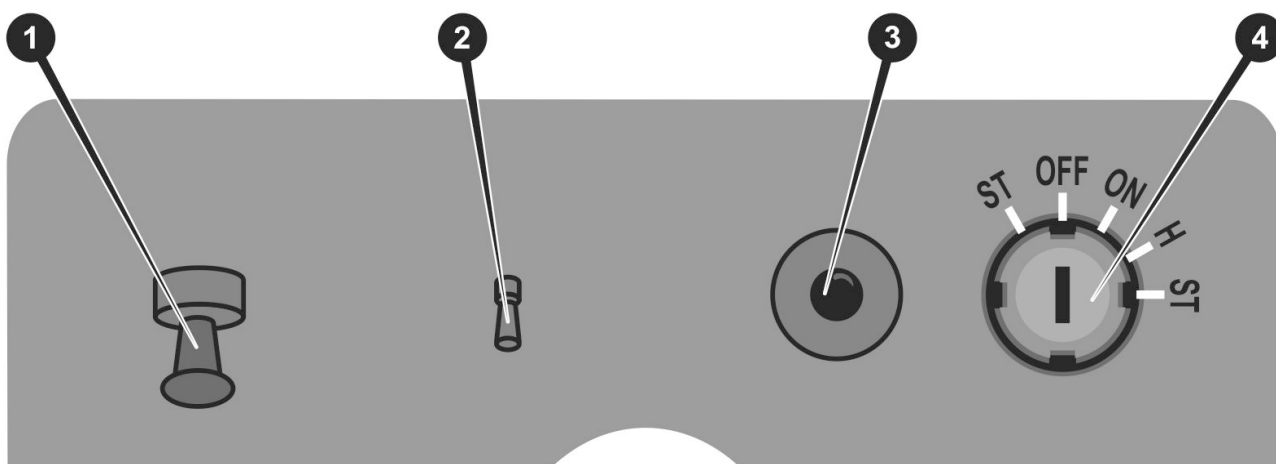

Рисунок 9. – Панель перемикачів
Трохи нижче індикаторів на панелі приладів розміщені електроперемикачі (див. рис. 9.) Комбінований перемикач режимів роботи освітлювальних приладів (2), вимикача двигуна (1), кнопки звукового сигналу (3.) Замок запалювання (4.)